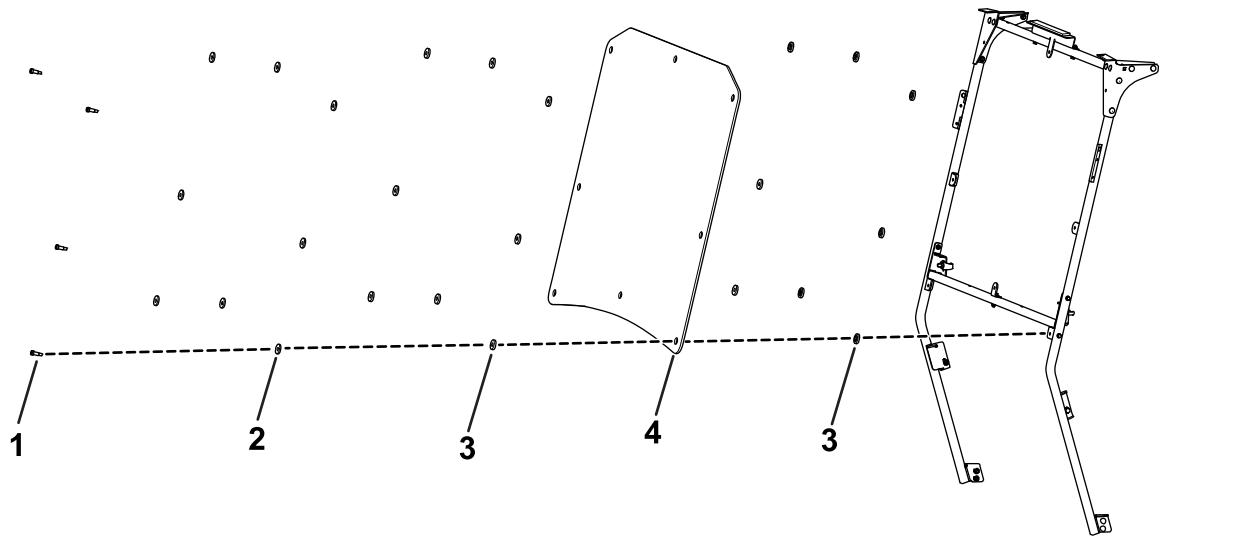

Bild 62
3. Befestigen Sie die Windschutzscheibe mit acht Ansatzschrauben (5/16" x 1 1/4"), acht Sicherungsscheiben, 16 Gummibüchsen und acht Muttern (5/16"), wie in Bild 62 abgebildet.